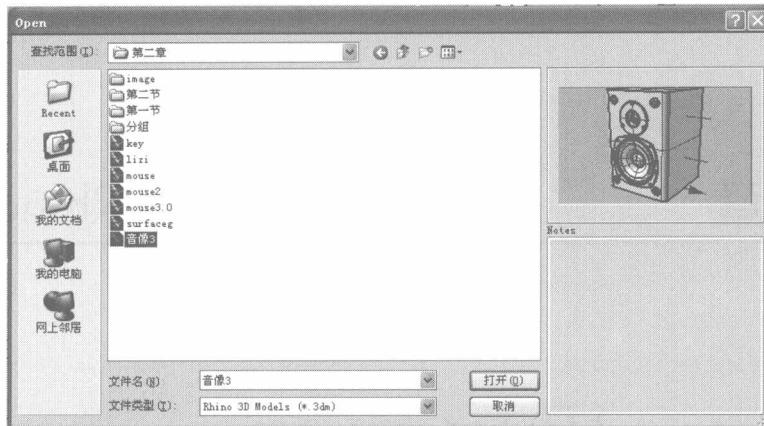

图 2-2 打开文件对话框
- (1) 使用图标 。单击此图标按钮，就可以打开文件。这时候会有一个弹出的对话框（图 2-2）。在这个对话框中选择需要打开的 Rhino 文件，单击打开按钮。
(2) 在命令行中输入 Open，按回车键或者右击。
(3) 使用菜单。单击 File 菜单中的 Open 命令按钮。
(4) 使用快捷键 Ctrl +O。